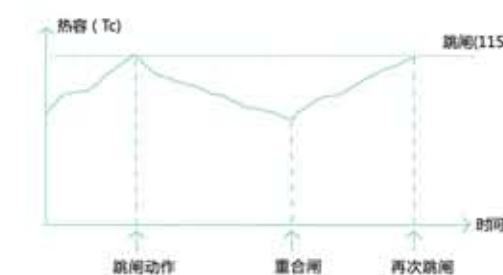

图2 有辅助工作电源时热记忆特性
- e) 控制器接入辅助电源时，在断路器动作后热容减少，断路器合闸后先前电流所产生热容被记忆。即动作分闸后热容减少，重合闸后热容按照此时电流继续变化。如图2所示：